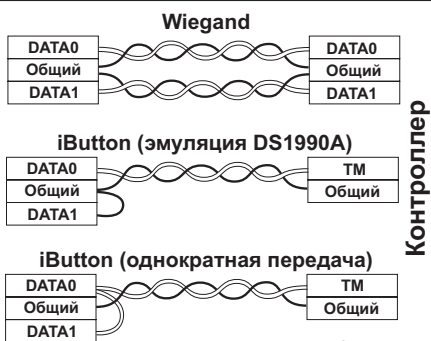

Рис.2 Выбор протокола передачи
- для выбора протокола передачи данных в контроллер соедините провода DATA0 и DATA1 в соответствии с **рис.2**;
- при подключении по Weigand первая витая пара подключается между GND и DATA0, а вторая витая пара подключается между GND и DATA1 (рис.2).